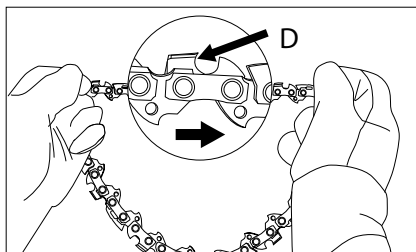

Rys. 5
3. Odkręć obie nakrętki, mocujące prowadnicę i pokrywę zabezpieczającą. Zdejmij pokrywę ochronną wraz z osłoną hamulca łańcucha (B) (rys. 5).